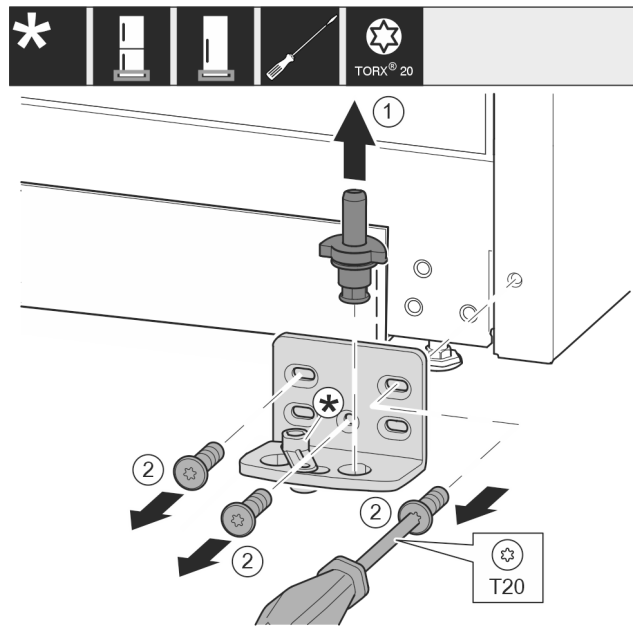

Fig. 13
- ▶ Τραβήξτε έξω ολόκληρο τον πείρο Fig. 13 (1) προς τα επάνω.
- ▶ Ξεβιδώστε τις βίδες Fig. 13 (2) με κατσαβίδι και αφαιρέστε το στήριγμα.